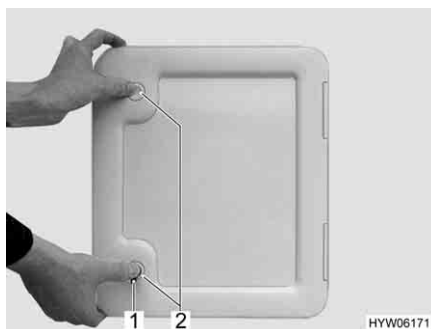

Fig. 27 Sportello per la cassetta Thetford
- Inserire la chiave nel cilindro della serratura a pressione (Fig. 27,1) e ruotare di un quarto di giro.
- Premere contemporaneamente con i pollici entrambe le serrature a pressione (Fig. 27,2) e aprire lo sportello della cassetta Thetford.
- Inserire la chiave nel cilindro della serratura (Fig. 27,1) e ruotare di un quarto di giro.